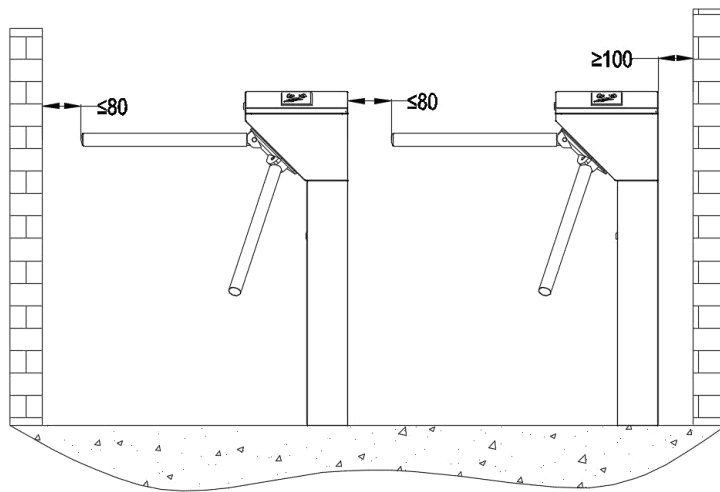

Рис. 3-1
Рекомендуется оформить точку прохода в виде оснащенной забором или другими преградами. Рис. 3-1
1. При монтаже возле стены оставьте хотя бы 100 мм свободного пространства, оно может пригодится для проведения последующих работ и обслуживания турникета. (Рис. 3-1)
2. Оптимальным будет оставить от края рукоятки до стены расстояние 80 мм, но не (Рис. 3-1).